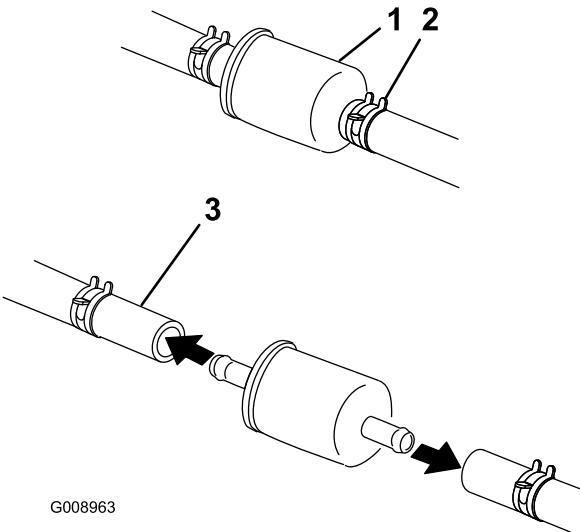

Figure 54
4. Fermez le robinet d'arrivée de carburant sous le siège (Figure 54).
| 5. Pincez les extrémités des colliers et faites glisser ceux-ci pour les éloigner du filtre (Figure 54). |                            |
| 7. Posez un filtre neuf et rapprochez les colliers de fixation du filtre (Figure 54).                    |                            |